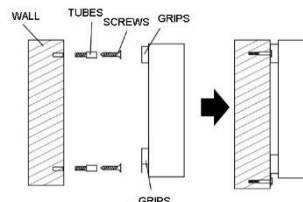

Fig.4
- 3 – Instale soportes con tornillos Fig. 4.